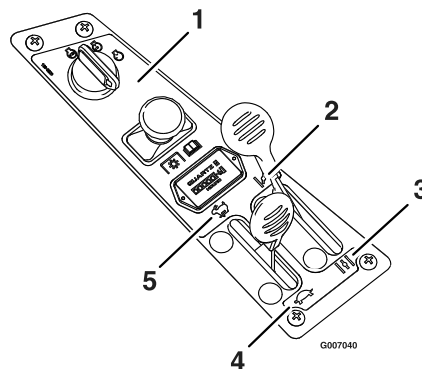

Figura 10
3. Mueva la palanca del acelerador a la posición intermedia y la palanca de estérter hacia adelante antes de arrancar un motor frío (Figura 10).